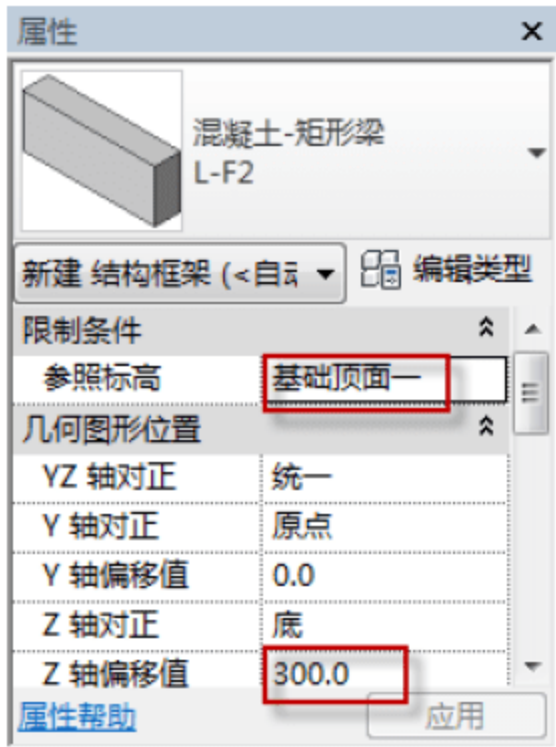
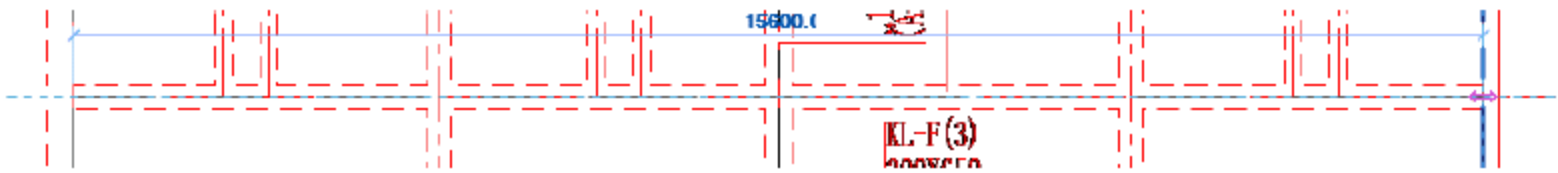

图 3.1.71 设置 Z 轴偏移值
图 3.1.72 绘制 L-F2
(19) 绘制 L-F2。选择“结构”→“梁”命令，在“属性”面板中调整参数标高（基础顶面一），Z 轴偏移值 300 个单位，如图 3.1.71 所示。找到 L-F2 的位置从一侧向另一侧绘制，如图 3.1.72 所示。